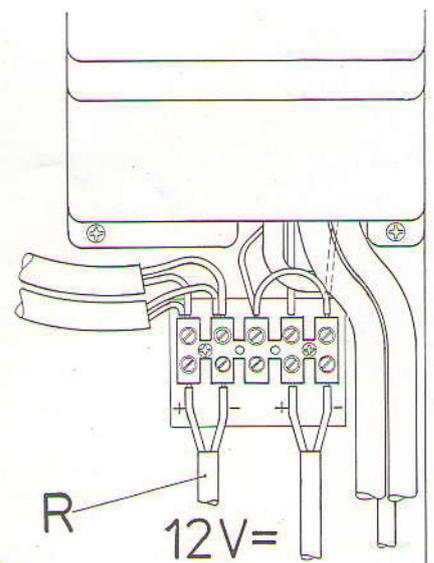

Fig. 9 Mod. 2250
Il est recommandé d'alimenter l'allumeur et l'éclairage intérieur à partir d'une source 12 V séparée. Pour cela, supprimez les shunts (1) et (2) et branchez comme le montre la fig. 9 (R).